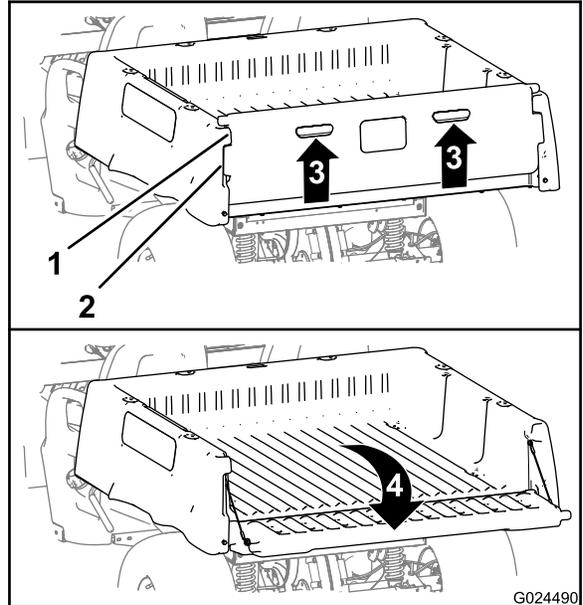

Bild 14
2. Heben Sie die Fingerzüge an der Rückplatte der Heckklappe an (Bild 14).
3. Fluchten Sie die Riegelflansche an der Heckklappe mit den Öffnungen zwischen den Heckklappenflanschen an der Staubox aus (Bild 14).
4. Drehen Sie die Heckklappe nach hinten und unten (Bild 14).
6. Drehen Sie die Heckklappe nach oben und vorne, bis die Riegelflansche an der Heckklappe mit den Heckklappenvertiefungen an der Staubbox bündig sind (**Bild 14**).
7. Senken Sie die Heckklappe ab, bis sie im Heck der Staubbox sitzt (**Bild 14**).